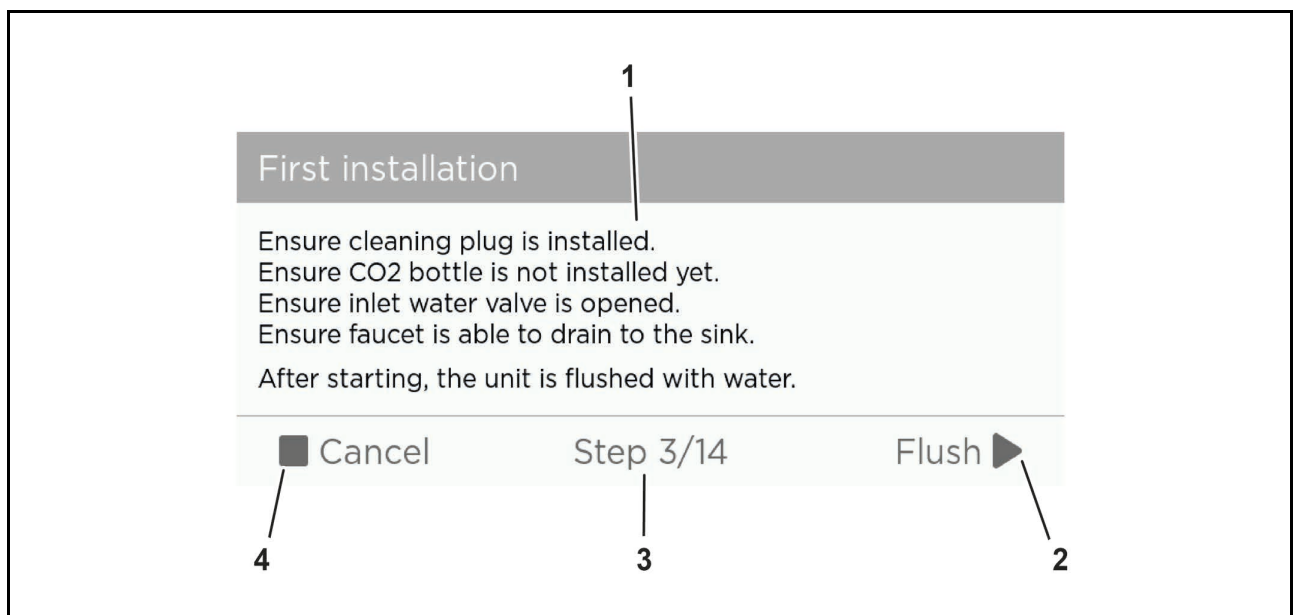

Abb. 22 Erstinbetriebnahme des Systems
1. Starten Sie die Erstinbetriebnahme durch Tippen auf die Schaltfläche "Next" (Abb. 22/2).
2. Die Software ist bei der Erstinbetriebnahme von Werk aus auf Englisch eingestellt. Die Sprache kann im zweiten Schritt angepasst werden. Tippen Sie im Statusfeld (Abb. 22/1) auf die Schaltfläche "Yes", um die Sprache zu ändern (siehe Kapitel 7.2.4.15) oder tippen Sie auf die Schaltfläche "Skip" (Abb. 22/2), um mit dem nächsten Schritt fortzufahren.
3. Im nächsten Schritt wird die Systemspülung vorbereitet, siehe Kapitel 7.2.4.9. Folgen Sie den Anweisungen im Statusfeld (Abb. 22/1) und tippen Sie auf die Schaltfläche "Flush" (Abb. 22/2), um die Systemspülung zu starten oder "Cancel" (Abb. 22/4), um die Erstinbetriebnahme abzubrechen.
4. Tippen Sie auf die Schaltfläche "Start" (Abb. 22/2), um mit der Systemspülung fortzufahren oder "Cancel" (Abb. 22/4), um die Erstinbetriebnahme abzubrechen. Verfolgen Sie den Fortschritt im Statusfeld (Abb. 22/1). Ist die Systemspülung abgeschlossen, tippen Sie auf die Schaltfläche "Finish" (Abb. 22/2), um fortzufahren oder "Cancel" (Abb. 22/4), um die Erstinbetriebnahme abzubrechen.
5. Schließen Sie den CO2-Behälter an, sobald Sie dazu aufgefordert werden, siehe Kapitel 8.4. Folgen Sie den Anweisungen im Statusfeld (Abb. 22/1) und tippen Sie auf die Schaltfläche "Next" (Abb. 22/2), um fortzufahren oder "Cancel" (Abb. 22/4), um die Erstinbetriebnahme abzubrechen.
6. Wenn Sie eine externe CO2-Versorgung am System angeschlossen haben, tippen Sie auf die Schaltfläche "Yes" bzw. "No". Folgen Sie den Anweisungen im Statusfeld (Abb. 22/1) und tippen Sie auf die Schaltfläche "Next" (Abb. 22/2), um die Eingabe zu speichern oder "Cancel" (Abb. 22/4), um die Erstinbetriebnahme abzubrechen.
7. Im nächsten Schritt wird die Kalibrierung des Systems vorbereitet, siehe Kapitel 7.2.4.11. Folgen Sie den Anweisungen im Statusfeld (Abb. 22/1) und tippen Sie auf die Schaltfläche "Next" (Abb. 22/2), um die Kalibrierung des Systems zu starten oder "Cancel" (Abb. 22/4), um die Erstinbetriebnahme abzubrechen.
8. Im nächsten Schritt wird die Wasserhärte bestimmt, siehe Kapitel 7.3. Folgen Sie den Anweisungen im Statusfeld (Abb. 22/1) und tippen Sie auf die Schaltfläche "Next" (Abb. 22/2), um die Wasserhärte einzustellen oder "Cancel" (Abb. 22/4), um die Erstinbetriebnahme abzubrechen.
9. Im nächsten Schritt wird die Wasserhärte angepasst, siehe Kapitel 7.2.4.7. Folgen Sie den Anweisungen im Statusfeld (Abb. 22/1) und tippen Sie auf die Schaltfläche "Next" (Abb. 22/2), um die Eingabe zu speichern oder "Cancel" (Abb. 22/4), um die Erstinbetriebnahme abzubrechen.
10. Im nächsten Schritt wird die Einstellung der Temperatur für Kaltwasser eingeleitet, siehe Kapitel 7.2.4.6. Folgen Sie den Anweisungen im Statusfeld (Abb. 22/1) und tippen Sie auf die Schaltfläche "Next" (Abb. 22/2), um die Anpassung vorzunehmen oder "Cancel" (Abb. 22/4), um die Erstinbetriebnahme abzubrechen.
11. Im nächsten Schritt wird die Temperatur für Kaltwasser eingestellt, siehe Kapitel 7.2.4.6. Folgen Sie den Anweisungen im Statusfeld (Abb. 22/1) und tippen Sie auf die Schaltfläche "Next" (Abb. 22/2), um die Eingabe zu speichern oder "Cancel" (Abb. 22/4), um die Erstinbetriebnahme abzubrechen.
12. Im nächsten Schritt wird die Reinigung des Systems vorgenommen, siehe Kapitel 8.3.2. Folgen Sie den Anweisungen im Statusfeld (Abb. 22/1) und tippen Sie auf die Schaltfläche "Next" (Abb. 22/2), um die Reinigung des Systems zu starten oder "Cancel" (Abb. 22/4), um die Erstinbetriebnahme abzubrechen.
13. Montieren Sie den Reinigungsadapter, sobald Sie dazu aufgefordert werden, siehe Kapitel 8.7. Folgen Sie den Anweisungen im Statusfeld (Abb. 22/1) und tippen Sie auf die Schaltfläche "Next" (Abb. 22/2), um fortzufahren oder "Cancel" (Abb. 22/4), um die Erstinbetriebnahme abzubrechen.
14. Montieren Sie den Filter, sobald Sie dazu aufgefordert werden, siehe Kapitel 8.5. Folgen Sie den Anweisungen im Statusfeld (Abb. 22/1) und tippen Sie auf die Schaltfläche "Next" (Abb. 22/2), um fortzufahren oder "Cancel" (Abb. 22/4), um die Erstinbetriebnahme abzubrechen.
15. Das System kann über WLAN bzw. Bluetooth mit dem Internet verbunden werden. Tippen Sie im Statusfeld (Abb. 22/1) auf die Schaltfläche "Yes", um die Verbindung herzustellen (siehe Kapitel 7.2.4.5) oder tippen Sie auf die Schaltfläche "Skip" (Abb. 22/2), um fortzufahren oder "Cancel" (Abb. 22/4), um die Erstinbetriebnahme abzubrechen.
16. Die Einrichtung ist nun abgeschlossen. Tippen Sie auf die Schaltfläche "Finish" (Abb. 22/2), um die Erstinbetriebnahme abzuschließen oder "Cancel" (Abb. 22/4), um die Erstinbetriebnahme abzubrechen.